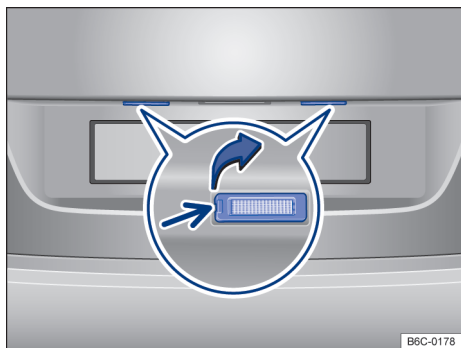

Fig. 137 No para-choque traseiro: lanterna da placa de licença.
2. Com o auxílio de uma chave de fenda, pressionar a trava → Fig. 137 (seta) para remover o conjunto.